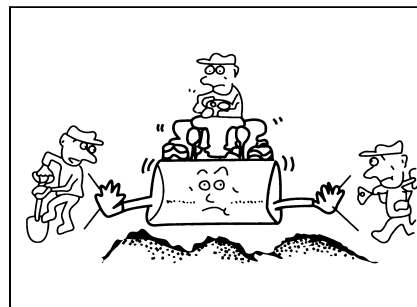

Рис. 1-56
- Так как это особый автомобиль, особенно когда погрузчик перемещает предмет больших размеров, поле зрения плохое. При этом следует обращать большое внимание на подъем, спуск, задний ход, передний ход, переключение передач. Кроме того, посторонние лица не допускаются в зону работы, или погрузчик ходит под наведением специального лица (рис. 1-56).